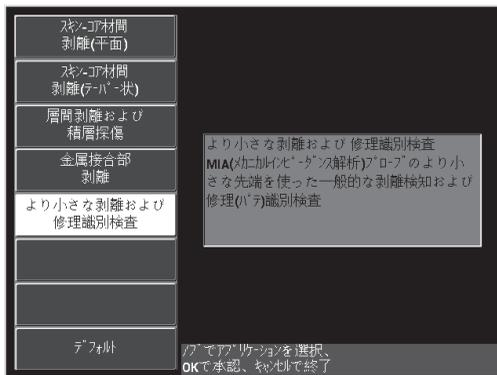

図 6-30 Smaller Disbonds and Repair Identification（小さな欠陥と修理部分の識別）アプリケーション
3. **Smaller Disbonds and Repair Identification**（小さな欠陥と修理部分の識別）アプリケーションを選択し、✓ を押して受け入れます（154 ページの図 6-30 参照）。